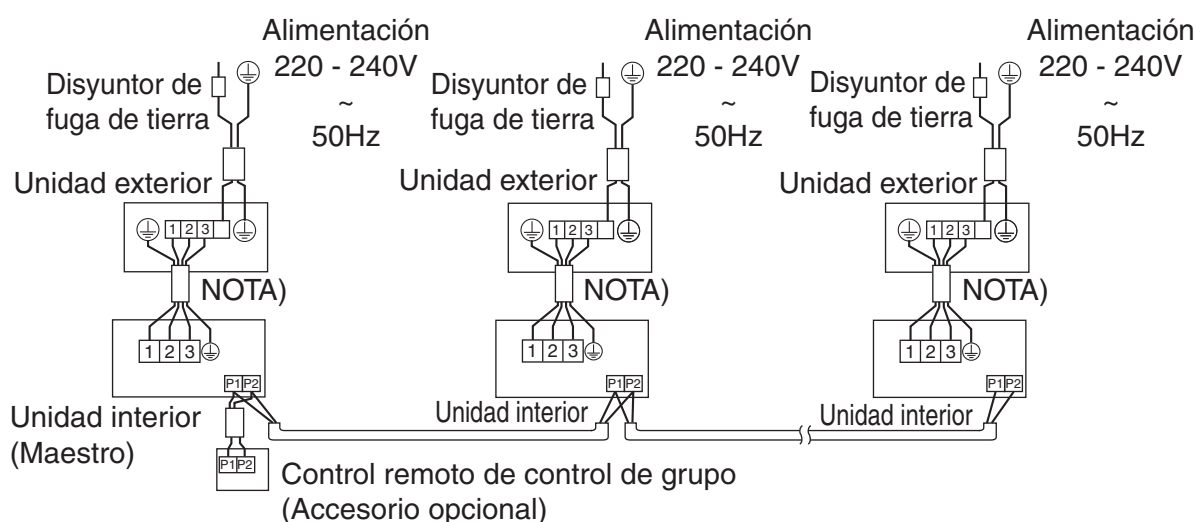

Fig. 33
- **Control de grupo:** 1 mando a distancia controla hasta 16 unidades interiores (Todas las unidades interiores funcionan de acuerdo con el mando a distancia). (Refiérase a la Fig. 33)
- (1) Retire la tapa de la caja de control. (Consulte “9. CONEXIÓN DEL CABLEADO Y EJEMPLO DE CABLEADO”).
- (2) Realice una conexión cruzada entre los terminales (P1 y P2) en el interior de la caja de control para el mando a distancia. (No hay polaridad.) **(Refiérase a la Fig. 33 y al Cuadro 3)**